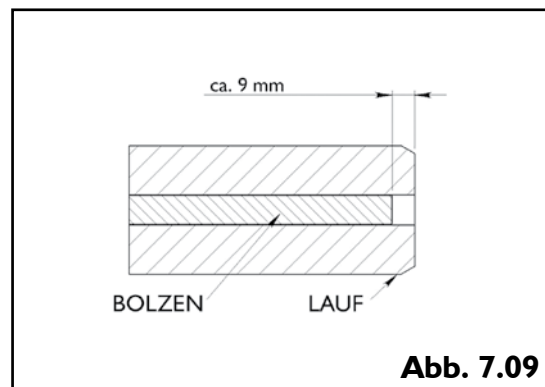

Abb. 7.09
- Durch Sichtprüfung gewährleisten, dass der Bolzen vor dem Auslösen vollständig zurückgezogen ist (siehe Abb. 7.09 auf der nächsten Seite).